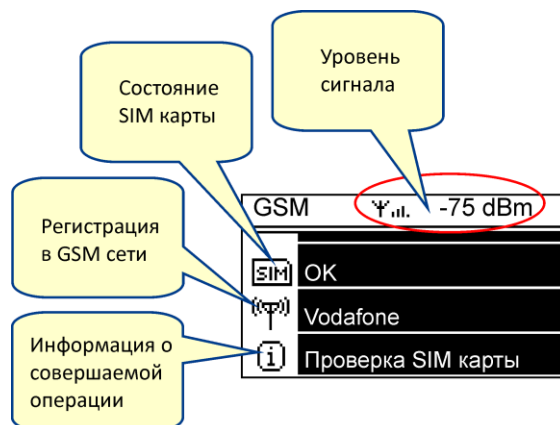

Рис. 5.24. Индикация состояния GSM модема
5.11.2 К коммуникационному порту контроллера может быть подключён GSM модем, поддерживающий RS-485 интерфейс. Использование GSM модема позволяет контроллеру принимать SMS команды и отправлять ответную SMS информацию (п. 5.11.2.1). Если в параметрах установлено подключение GSM модема (Р104, табл. 5.10), то на главной странице индикации (п. 5.6) появится ещё один экран, отображающий состояние GSM модема (рис. 5.24).